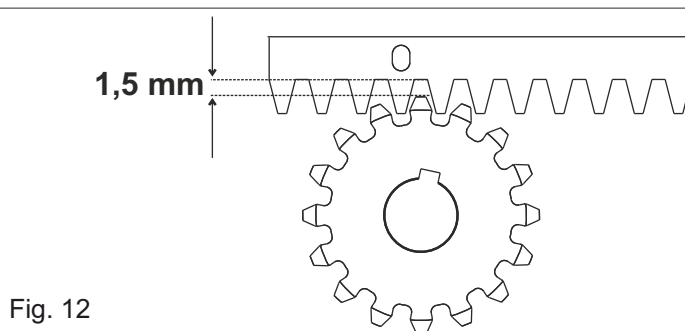

Fig. 12
- 5.6.** Toute la crémaillère doit être surélevée de 1,5 mm pour éviter que le poids du portail repose sur le pignon (Fig.12); **Attention: laisser un jeu d'au moins 0,5 mm entre le dent du pignon et le dent de la crémaillère**